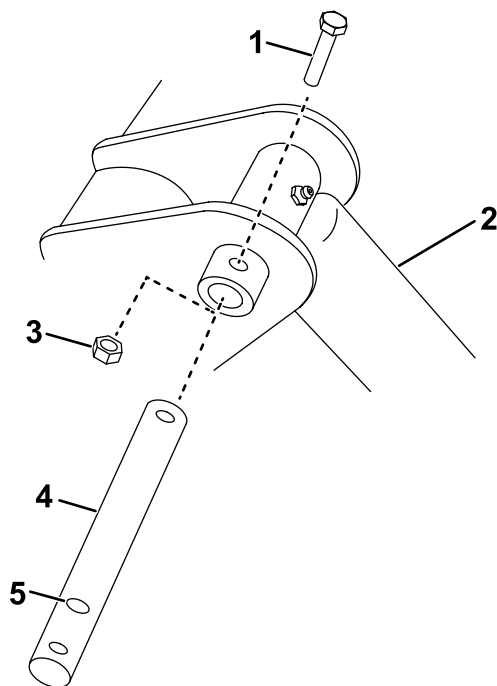

Figura 2
3. Retire el perno y la tuerca que sujetan el pasador del cilindro de inclinación superior en la unidad de tracción (Figura 2).
5. Coloque el nuevo pasador en su posición y fíjelo con el perno y la tuerca que retiró anteriormente, utilizando el taladro del medio del pasador (Figura 2).